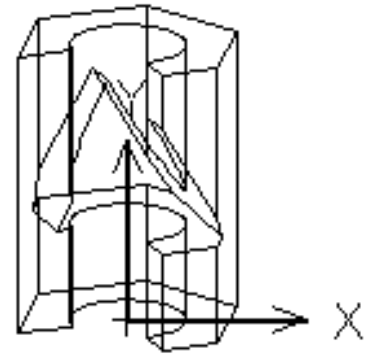

Рис.5.53
30. Кнопкой **Вид (View UCS)**  панели **ПСК (UCS)** расположить плоскость XY системы координат параллельно текущему виду – рис.5.53 (ПСК располагается параллельно экрану).